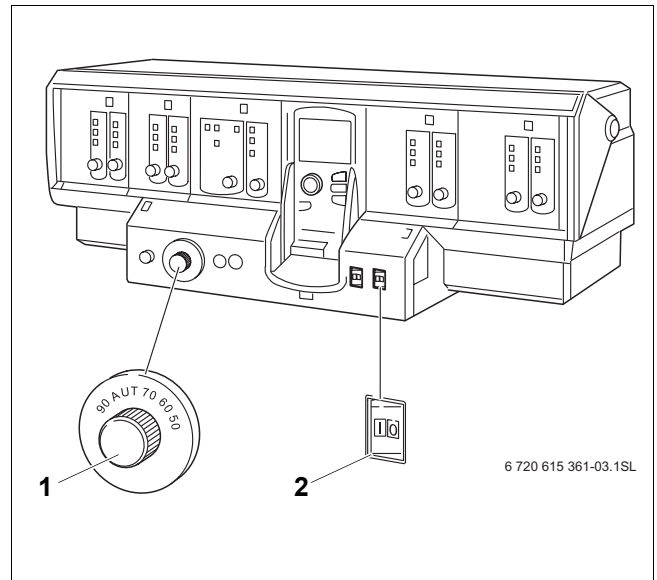

fig. 2 Unidade de regulação
Coloque a sua caldeira de aquecimento em serviço através da unidade de regulação (no exemplo, fig. 2: Logamatic 4311). Ao colocar a unidade de regulação em serviço, o queimador liga-se automaticamente. O queimador pode depois ser ligado pela unidade de regulação.
Coloque a caldeira de aquecimento fora de serviço através da unidade de regulação (por ex. unidade de regulação Logamatic 4311, → fig. 2, página 5). Ao colocar a unidade de regulação fora de serviço, o queimador é automaticamente desligado.
- Colocar o interruptor de serviço (→ fig. 2, [2], página 5) na posição "0" (DESLIGADO).